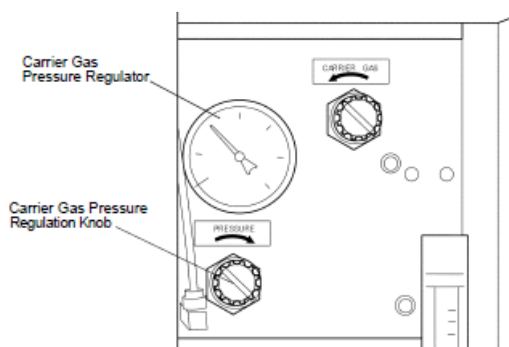

Figura 6.7 – Ajuste da pressão do gás de arraste.
13. **Ajuste da pressão do gás de arraste:** Com a tampa frontal do TOC aberta, Figura 4.1.2, verificar se a pressão do gás de arraste está em torno de 200 kPa. Esta verificação é feita através de um manômetro localizado na parte interna do TOC. Se precisar corrigir a pressão, basta girar o botão de ajuste de pressão do gás de arraste, mostrado na Figura 6.7, até atingir a pressão de 200 kPa.